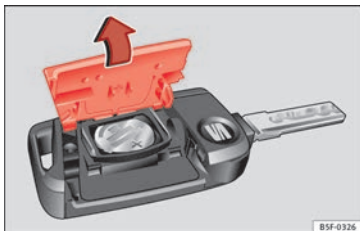

Abb. 132 Fahrzeugschlüssel: Deckel des Batteriefachs öffnen.
- Abdeckung auf der Rückseite des Fahrzeugschlüssels » Abb. 132 in Pfeilrichtung abnehmen » ❶.
- Abdeckung wie gezeigt ansetzen » Abb. 132 und entgegen der Pfeilrichtung auf das Fahrzeugschlüsselgehäuse drücken, bis sie einrastet.
❶ VORSICHT